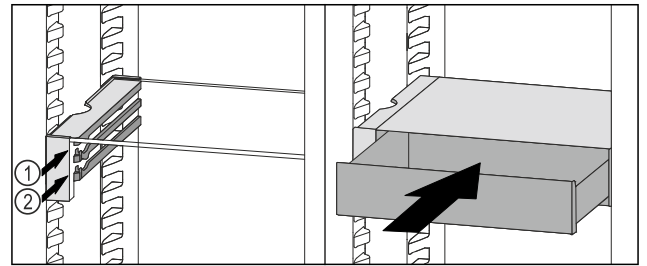

Fig. 99
- ▶ Założyć szufladę VarioSafe za stoperami na wybranych żebrach Fig. 99 (1) lub Fig. 99 (2).